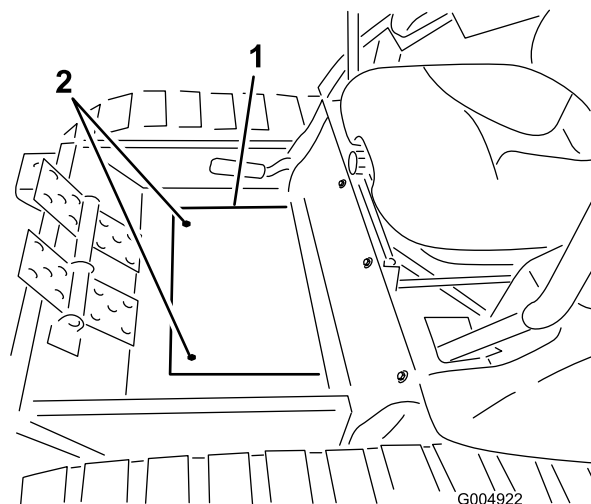

Figure 127
42. Fixez la plaque couvercle de plancher du cadre d'hiver au plancher au moyen des vis retirées précédemment (Figure 127).